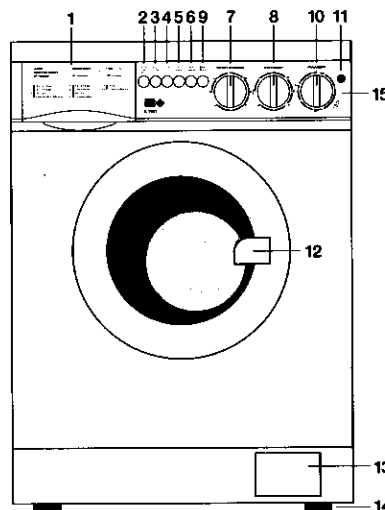
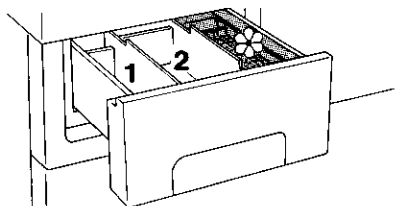

Fig. 8
Fig. 9
- Votre lave linge est muni de 4 pieds réglables. Ajustez-les jusqu'à ce que votre lave linge soit bien de niveau, puis serrez les contre écrous de blocage (Fig. 8, repère 14).
2-1 Les commandes du tableau de bord (Fig. 8, repère 15)
Manette programmeur (Fig. 8, rep 10)
Manette sélection température (Fig. 8, rep 8)
Manette sélection vitesse essorage (Fig. 8, rep 7)
Touche « Demi-charge » (appuyée = demi-charge en fonction) (Fig. 8, rep 5)
Touche « Arrêt cuve pleine » (appuyée = Arrêt cuve pleine en fonction) (Fig. 8, rep 2)
Touche « Sans essorage » (appuyée = aucun essorage) (Fig. 8, rep 6)
Touche « Eco » (appuyée = Lavage économique) (Fig. 8, rep 4)
Touche « Super rinçage » (appuyée = en fonction) (Fig. 8, rep 3)
- Ouvrez le hublot en tirant la poignée (Fig. 8, rep 12), introduisez le linge pièce par pièce, après avoir eu soin d'effectuer un tri selon le type de tissu, la couleur et le degré de salissure (chaque degré de salissure demandant un programme différent de lessive - voir conseils pratiques rubrique 2-4 page 4)).
- Mettez les produits de lavage dans le tiroir à lessive (Fig. 8, rep 1 et conseils paragraphe 2-3 page 4).
- Sélectionnez la vitesse d'essorage (Fig. 8, rep 7) selon la nature et la fragilité du linge (uniquement sur le programme « Coton/Fibres mélangées »).
- Sélectionnez la température de lavage (Fig. 8, rep 8) en fonction de la nature du linge.
- Mettez en route votre lave linge en appuyant sur la touche « Marche-arrêt ». Le voyant (Fig. 8, rep 11) s'allume.
Votre lave linge est équipé d'un tiroir à 3 compartiments. (Fig. 9 et Fig. 8, rep 1).